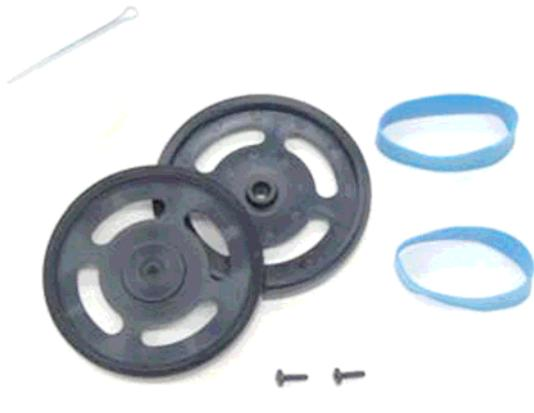

**Figura 4-6.-** Aspecto del chasis con el portapilas montado y con sus cables y los de los servos pasando por la arandela de goma.
- Usa los tornillos y las tuercas para sujetar el portapilas a la parte inferior del chasis del Home Boe-Bot tal y como se muestra en la parte izquierda de la figura 4-6. Es posible que, con las puntas de unas tijeras, debas hacer un agujero en el porta pilas para que se pueda atornillar en el chasis.
- Según se muestra en la parte derecha de la figura 4-6, pasa el cable del portapilas por el agujero de la goma pasa muros colocada en el centro del chasis.